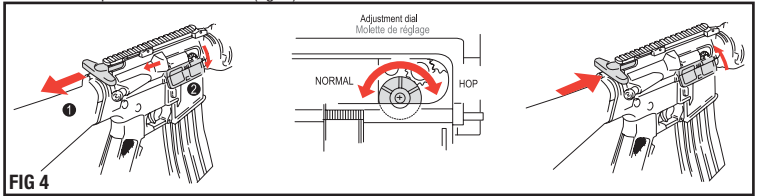

FIG 4
- Gire hacia abajo el selector de ajuste de nivel de distancia para una mayor rotación y gire el selector hacia arriba para menor rotación. (fig. 4)